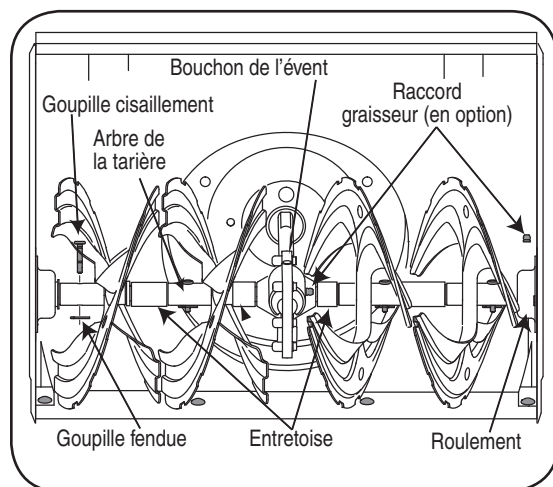

Figure 6-2
Enlevez les goupilles de cisaillement sur l'arbre de la tarière, au moins une fois par saison. Vaporisez un lubrifiant à l'intérieur de l'arbre et autour des entretoises. Lubrifiez aussi les roulements à bride trouvés à chaque extrémité de l'arbre de la tarière. Voir la Figure 6-2.
- Les goupilles de cisaillement et goupilles fendues maintiennent les tarières sur l'arbre de la tarière. Les goupilles sont sensées se cisailer si la souffeuse heurte un objet ou un bloc de glace. Voir la Figure 6-2.